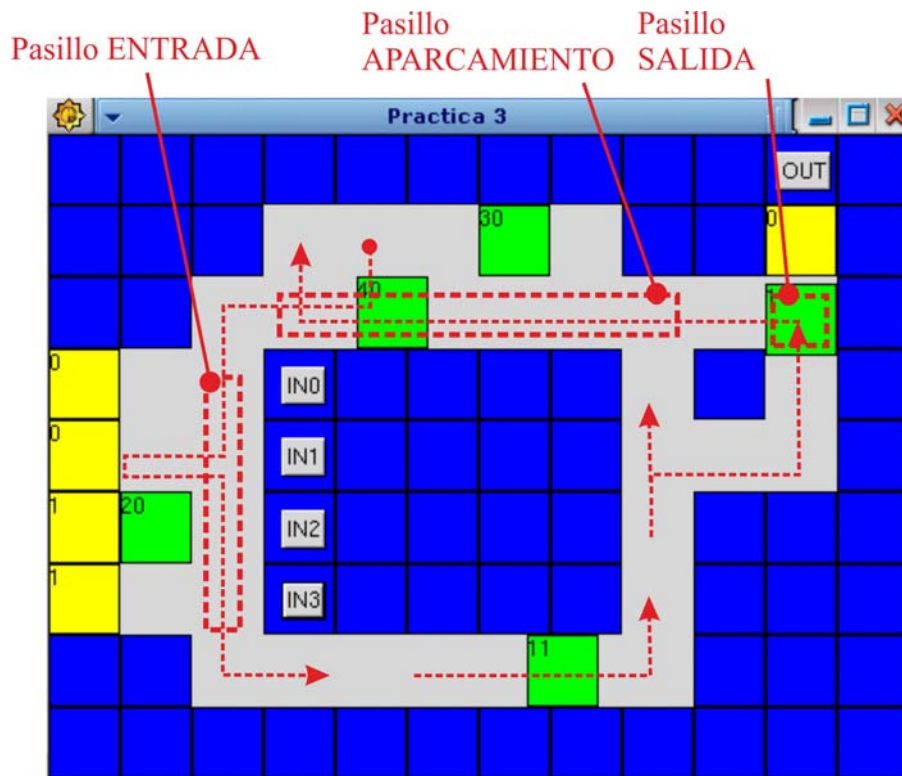

Figura 1: Representación gráfica
El trabajo consiste en completar una aplicación en C utilizando las llamadas POSIX para controlar el sistema de la Figura 1. La comunicación entre los hilos de la aplicación se realizará mediante variables compartidas, y la sincronización mediante **mutex y variables de condición utilizando un monitor**.
En el sistema de la Figura 1 existen dos tipos de almacenes: entrada y salida. Sólo hay un almacén de salida, pero existen **N_ALM_IN** almacenes de entrada. Los almacenes de entrada tienen capacidad para **una sola pieza**, mientras que el de salida tiene capacidad para varias, hasta un máximo de **MAX_PIEZAS_OUT**. Para evitar conflictos en el acceso a las piezas de la entrada y a los lugares para piezas de la salida existirá un procedimiento de reserva para ambos. Existen también
- En una operación de carga el vehículo reserva una pieza disponible, se dirige al almacén de entrada correspondiente, carga y luego toma el camino de vuelta (ver Figura 1). Cuando llega a la bifurcación determina si es posible descargar la pieza en el almacén de salida; si lo es, reserva un lugar, avanza por el camino del almacén de salida, descarga y vuelve al aparcamiento vacío. Si no lo es sigue su camino y vuelve al aparcamiento con su carga.